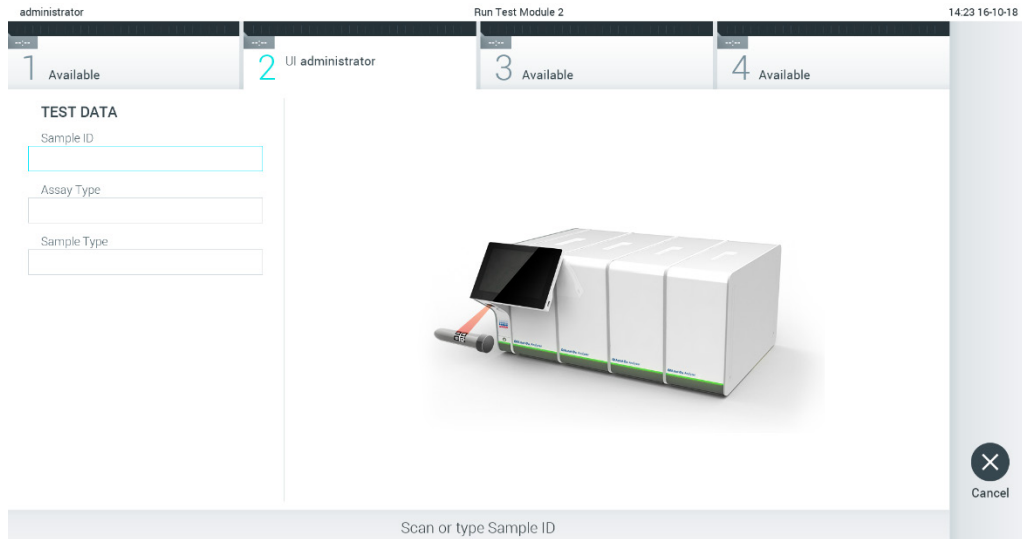

图 23. 扫描样本 ID 条形码。
2. 出现提示后，请使用运行模块中集成的条形码阅读器扫描样本 ID 条形码（图 23）。